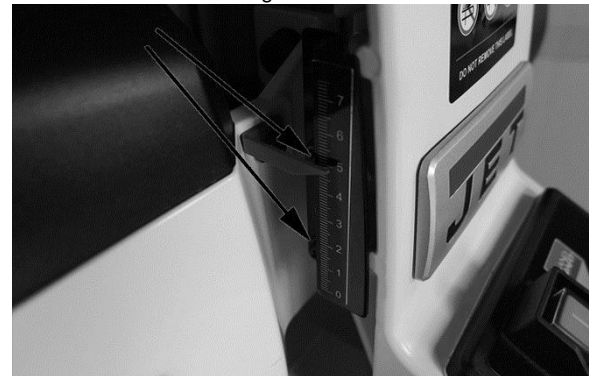

Abb. 8-1: Einstellen der Tiefenskala
7. In dieser Position muss der Zeiger der Tiefenskala genau auf die Null-Marke der Skala ausgerichtet sein. Ist sie die nicht, die beiden Schrauben (Abb. 8-1) lösen und die Skala anheben oder absenken, bis der Zeiger auf null steht.